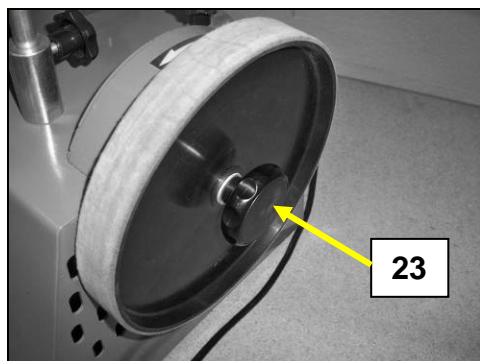

Fig 20
- Dévissez la molette de blocage (23) tout en laissant la rondelle (22) en place sur l'axe (Fig 20).